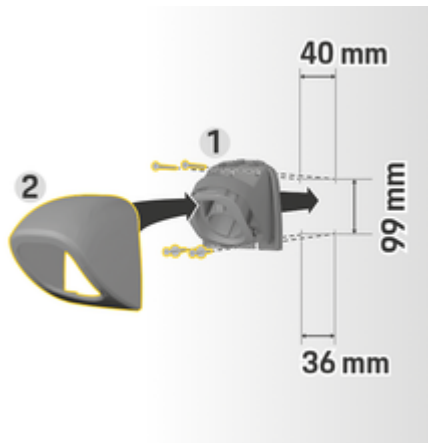

図. 11: ドリル寸法
1. コネクタースラスナー 1 (図. 11) をカバー 2 (図. 11) から取り外します。
4. コネクタースラスナー 1 (図. 11) を壁にネジ留めしてください。
5. カバー 2 (図. 11) をコネクタースラスナー 1 (図. 11) に下から取り付け、押し上げてください。